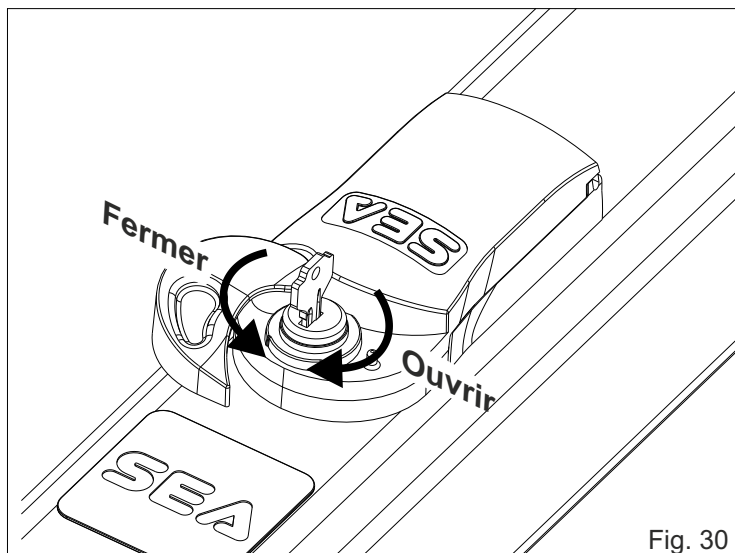
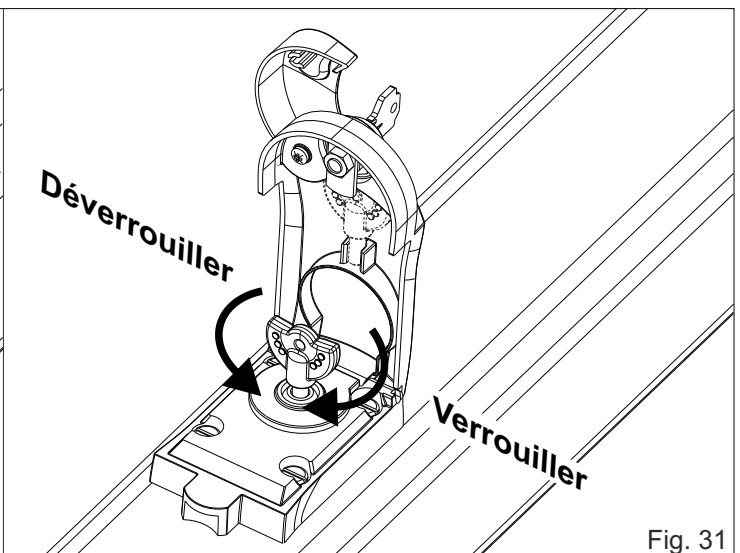

Fig. 30
Fig. 31
- 1) Déverrouiller l'unité (comme en Fig. 30)
ouvrir le couvre serrure, insérer la clé, la tourner de 90° dans le sens d'aiguilles d'une montre (Fig. 30) et ouvrir la trappe. Prélever la petite clé rouge placée sous la trappe, l'insérer et tourner de 90° dans le sens inverse des aiguilles d'une montre (Fig. 31)
tourner la petite clé rouge dans le sens d'aiguilles d'une montre jusqu'à son arrêt (Fig. 31), l'extraire, la remettre sous la trappe, refermer la trappe.